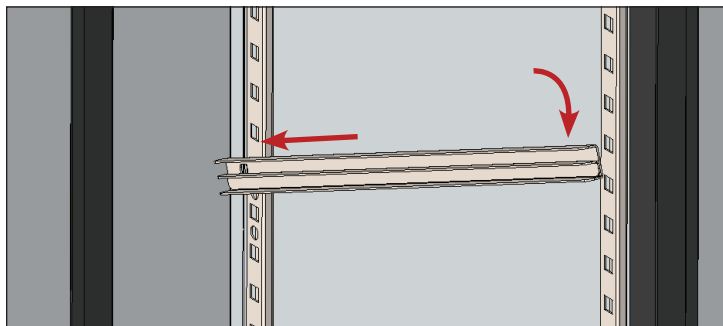

Рис. 2. Установить опору для полки.
3. Вставить выступы в пазы и убедиться, что устройство установлено ровно. См. рис. 2.